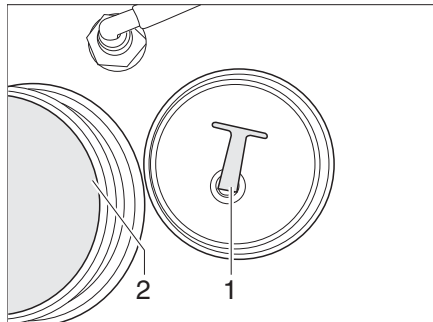

Bild 145 Vattentank
- Skruva av locket (Bild 145,2).
- Skruva av locket (Bild 145,2) från vattentanken.
- Skruva ur proppen (Bild 145,1) ur utloppsöppningen. Vattnet rinner ut.